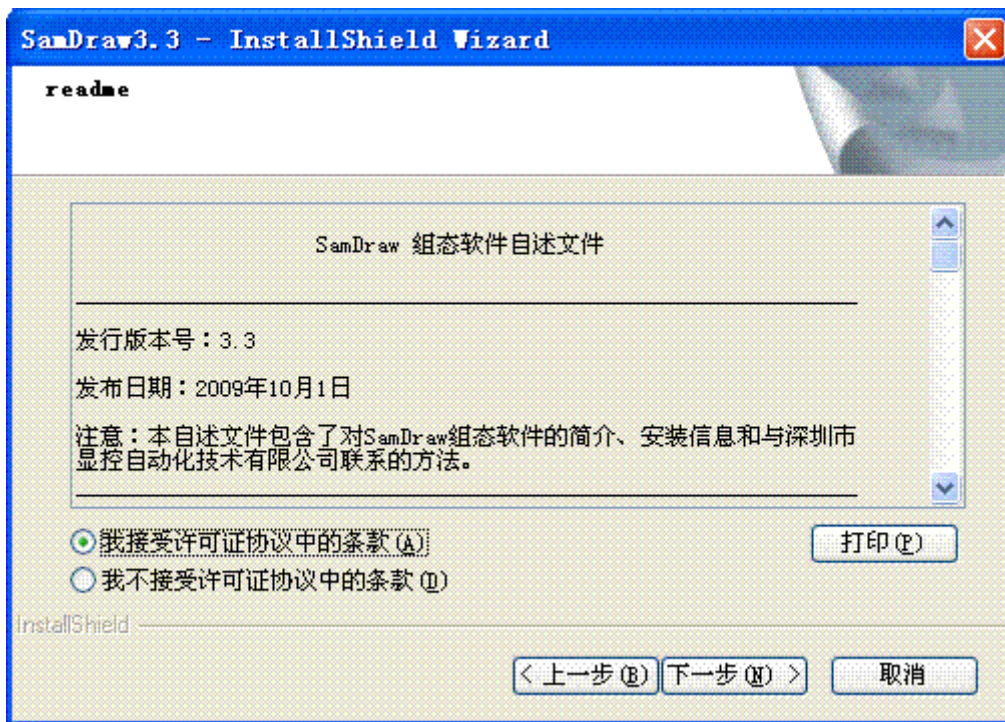

图 2-4 接受协议界面
- 在许可证协议对话框中，请选择是否接受软件条款，然后点击下一步，如图 2-4 所示：